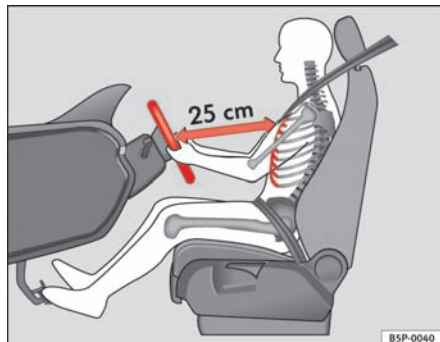

Fig. 1 Den rigtige afstand mellem fører og rat
- Indstil rattet, så afstanden mellem rattet og din brystkasse mindst er 25 cm ⇒ fig. 1.
- Indstil førersædet, så der mindst er 25 cm mellem brystkassen og rattets midte ⇒ side 9, fig. 1. Hvis du sidder tættere på end 25 cm, beskytter airbagsystemet ikke optimalt.